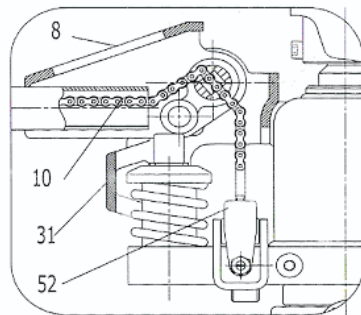

Fig.2
2.3 Girar o pino (23) para deixar o furo da corrente na posição vertical e atravesse a corrente (10) no pino (23). Veja Fig. 2.
2.4 Colocar o parafuso e a porca (11) no fim da corrente (10) dentro da abertura do apoio para alavanca (52). Veja Fig. 2 e 4.
2.6 Posicionar o cambão na horizontal (Fig.2 e 3) e retirar o pino (B) e guardá-lo para futura reposição ou manutenção do cambão